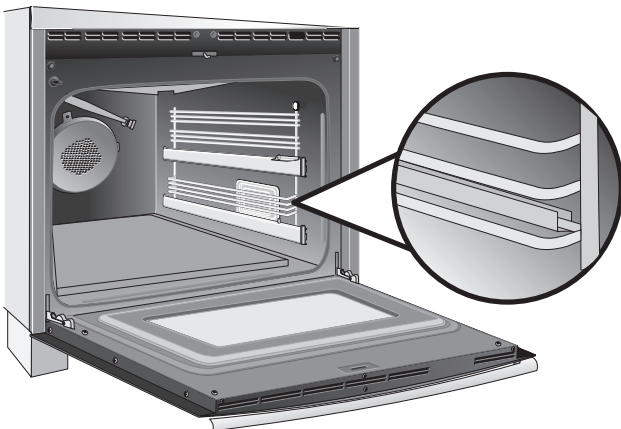

Figura 17: Soportes de rejilla de escalera
2. Coloque las rejillas de escalera en los soportes situados en los laterales del horno (ver Figura 17).